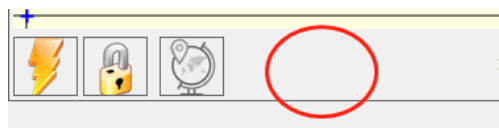

Figure 2: Ajouter des boutons personnalisés
1. Ajoutez des boutons personnalisés au logiciel en fonction de votre utilisation. Nous recommandons les boutons personnalisés officiels de LaserGRBL. Adresse de téléchargement du bouton personnalisé <http://lasergrbl.com/usage/custom-buttons/>. Le bouton personnalisé téléchargé est illustré dans la figure 2 ci-dessous.